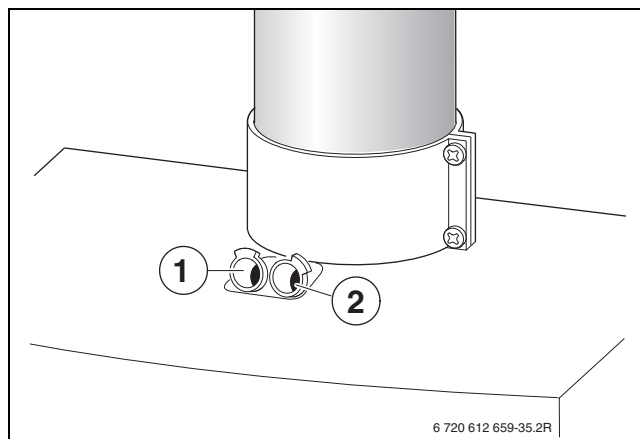

Fig. 81
- ▶ Afsluitplug op de verbrandingsluchtmeetnippel (2) verwijderen (→ afb. 81).
- ▶ Afsluitplug op rookgasmeetpunt (1) verwijderen (→afb. 81).